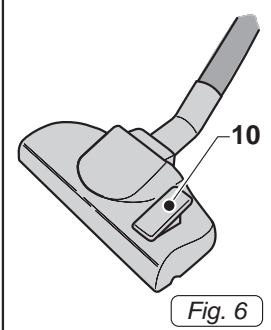

Fig. 6
- для чистки полов с твердым покрытием, паркета и т.д. перевести переключатель назад (10 Рис. 6), чтобы убрать щетину.
- Для чистки ковров, ковровых покрытий и т.д. перевести переключатель (10 Рис. 6) вперед для установки щетины.